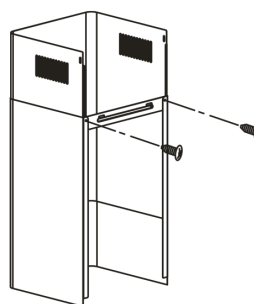

fig. 8
- Enrosque la horquilla plana a la parte trasera de la parte inferior de la chimenea (fig. 8).